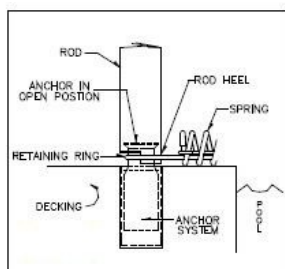

Figura 11
Step 1: Inserire la barra d'installazione sul bullone di ancoraggio, l'anello di ritenuta deve situarsi di fronte alla copertura (vedere figura 11).